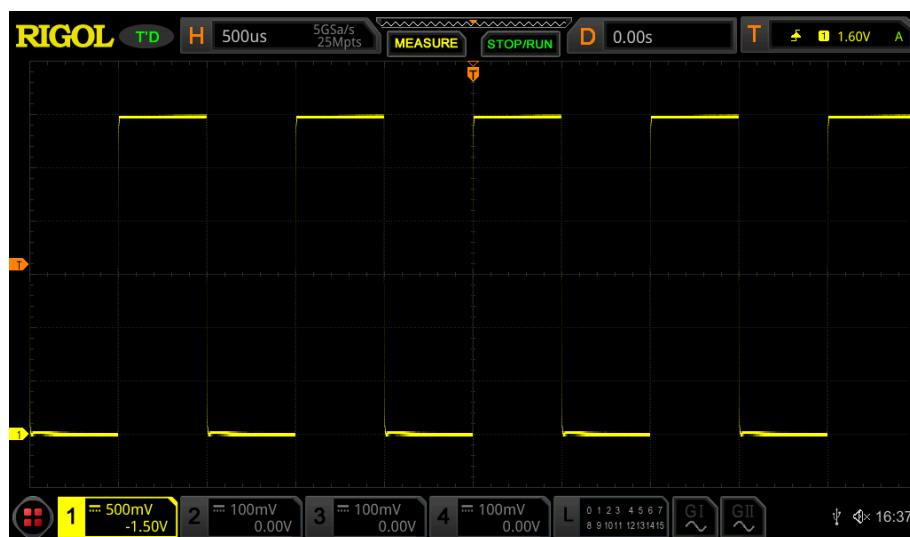

图 4.11 方波信号
5. 观察示波器显示屏上的波形，正常情况下应显示 图 4.11 所示的方波信号。